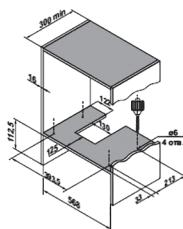

Рис. 2
- Просверлите отверстия в шкафу согласно эскизу. (Рис. 2)